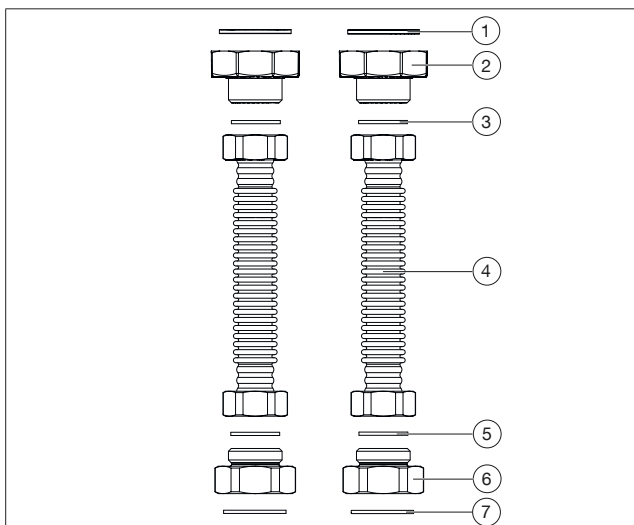
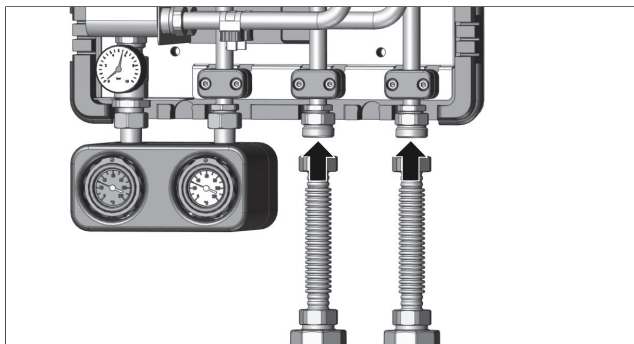

Abb. 29: Aufbau Verbindungsset
Abb. 30: Verbindungsrohr anschrauben (Anschluss unten)
(1)	Dichtung (Ø 44,5 mm)
(2)	Übergangsstück G1 auf G 1½ ; Anschluss an Pumpengruppe (Drehmoment 25 Nm; Schlüsselweite 54;)
(3)	Dichtung (Ø 30,3 mm)
(4)	Edelstahlwellrohr; 150 mm (Drehmoment 45 Nm; Schlüsselweite 37)
(5)	Dichtung (Ø 30,3 mm)
(6)	Übergangsstück G¾ auf G1; Anschluss an Hausübergabestation (Drehmoment 45 Nm; Schlüsselweite 32;)
(7)	Dichtung (Ø 24 mm)
- Setzen Sie die Dichtungen (siehe Abb. 29 auf Seite 25 (7)) in die Übergangsstücke (6).
- Schrauben Sie die Übergangsstücke (6) an die Hausübergabestation handfest an.
- Setzen Sie die Dichtungen (3) zwischen die Übergangsstücke (2) und die Edelstahlwellrohre (4) ein und ziehen Sie die Bauteile handfest an.
- Schrauben Sie die Edelstahlwellrohre (4) handfest an die Übergangsstücke (6). Siehe Abb. 30 auf Seite 25.
- Ziehen Sie alle Verschraubungen fest (entnehmen Sie die jeweiligen Drehmomente der Legende Abb. 29 auf Seite 25).